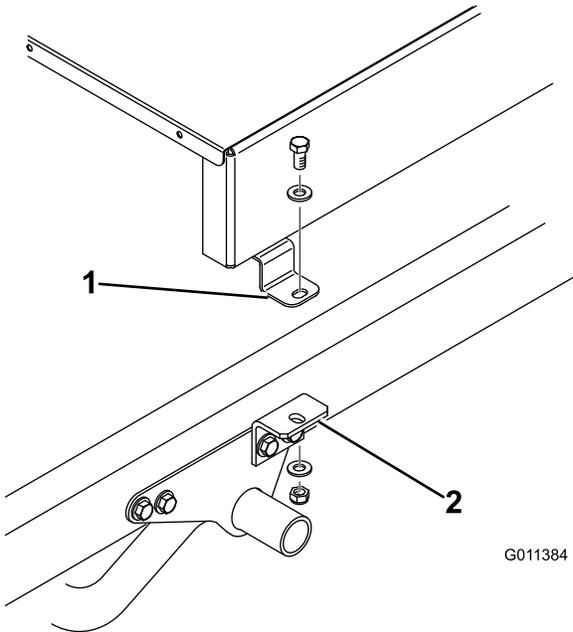
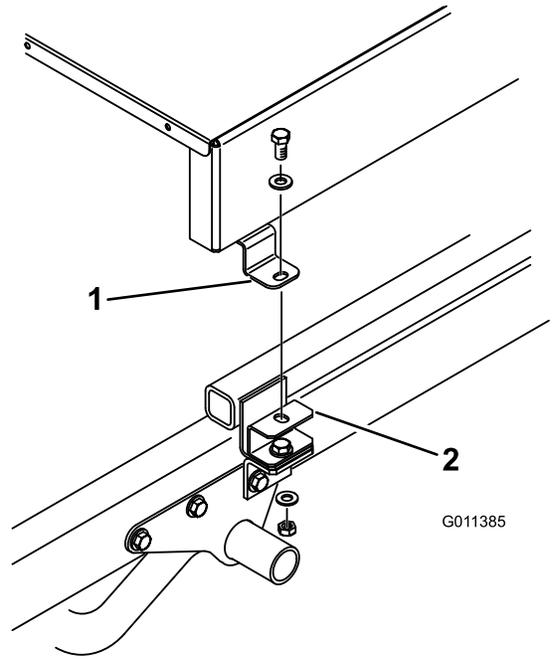

图 10
图 11
8. 用 1/2 x 1 英寸平头螺丝、2 个扁平垫圈和锁紧螺母将各个附件支架的顶部图 10 或垫片安装架图 11 松松地固定到铺沙机两侧的安装凸耳上。拧紧所有紧固件。